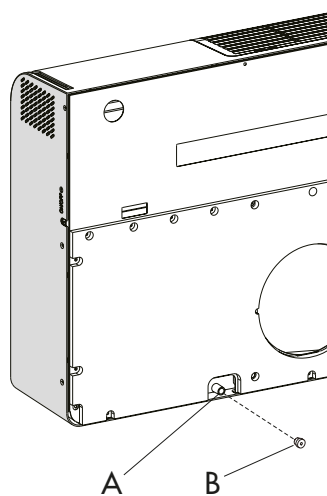

Fig.11
- Collegare l'unità al tubo scarico condensa fornito tramite l'apposito attacco (fig. 11 - A) che si trova sul retro dell'unità (rimuovere il tappo B).
- Connect the unit to the condensate discharge supplied pipe by coupling it with the specific vent (fig. 11 - A) that is on the back of the unit (remove cap B).